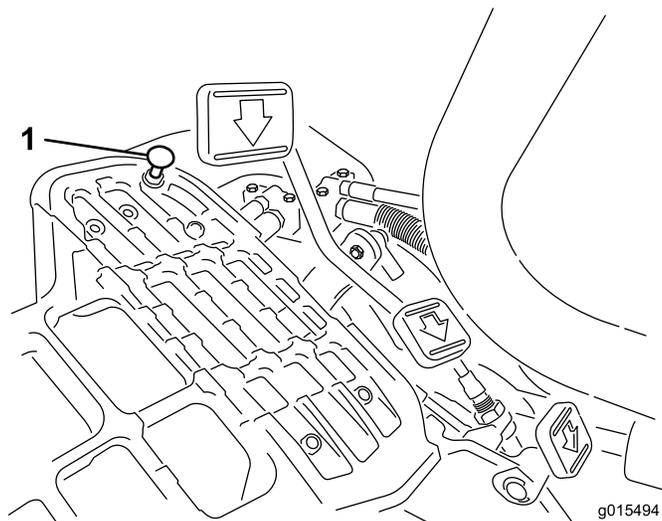

图48
要获得最大行驶速度，请将功能控制杆放置在行驶位置，并踩下驱动踏板。如果在拉线感到张紧力之前，踏板接触到限位器（图48），则需要进行调整：
1. 将功能控制杆放置在行驶位置，松开将踏板限位器固定至底板上的锁紧螺母（图48）。